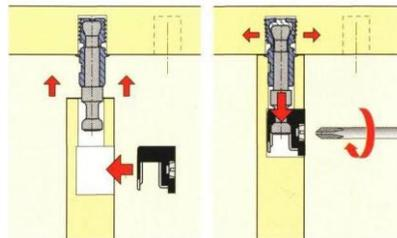

Рис.5 Схема установки эксцентриковой стяжки
6. Соединить стенку горизонтальную поз. 6 со стенками вертикальными поз. 1;2 эксцентриковыми стяжками (рис.5). Затяжка соединения производится путем поворота эксцентрика в направлении стрелки выштампованной на корпусе стяжки. Вставить задние стенки ДВПО поз.12 в пазы стенок вертикальных поз.1,2.
7. Соединить стенки вертикальные поз.1,2 со стенками горизонтальными поз. 4,5 эксцентриковыми стяжками (рис.5).